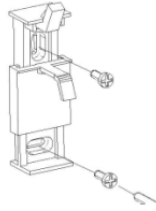

Fig. 4
- Coloque los soportes, después apriete los tornillos hasta que las piezas estén perfectamente fijadas a la pared.(Fig.4 y 5)